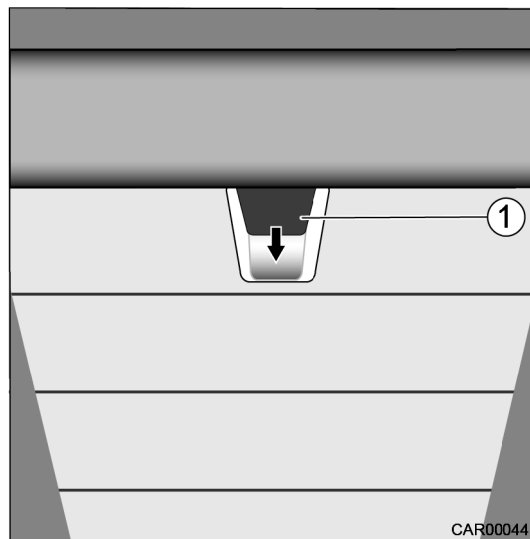

Fig. 94 Lit de pavillon mécanique en cabine
2. Déverrouiller le lit de pavillon en tirant sur la poignée (Fig. 94/1), le pousser vers le bas et l'abaisser.